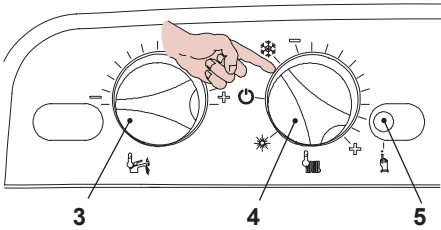
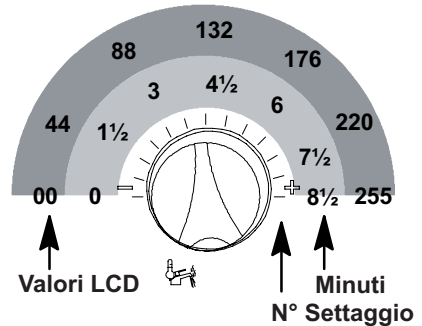

Fig. 5.81
Fig. 5.85
- Posizionare le manopole 3 e 4 come indicato in Fig. 5.81.
- Per settare il tempo di frequenza di riaccensione bisogna entrare in programmazione premendo per 15 secondi il pulsante di ripristino 5, in Fig. 5.81 fino alla comparsa del parametro P01 sul display LCD; sul display LCD compare la seguente visualizzazione (la sequenza P01 si alterna ---).
- Premere il pulsante di ripristino 5 in Fig. 5.81 per lo scorrimento dei vari parametri sino al raggiungimento del parametro P10 valido per il settaggio della frequenza di riaccen-
- Per cambiare il settaggio ruotare la manopola regolazione temperatura sanitari 3 in Fig. 5.81 e posizionarla sul tempo prescelto Fig. 5.85 (nella figura esempio manopola settata per frequenza di riaccensione di 3 minuti).
Il passo del settaggio della manopola 3 Fig. 5.85 corrisponde a un valore letto sul display LCD di circa 44 (90 secondi) e questo valore può essere variato fino a circa 255 (8 minuti e mezzo); nell'LCD la sequenza P10 si alterna con 60.